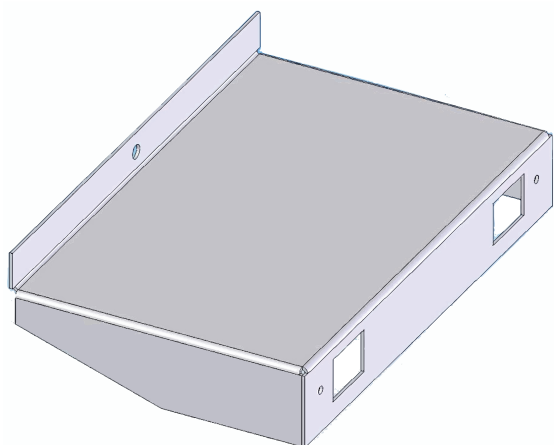

Рисунок 22 - Упор для крепления к стене
1. достаньте упакованные для транспортировки упоры (см.рис.22) и самонарезающие винты из лотка выдачи;